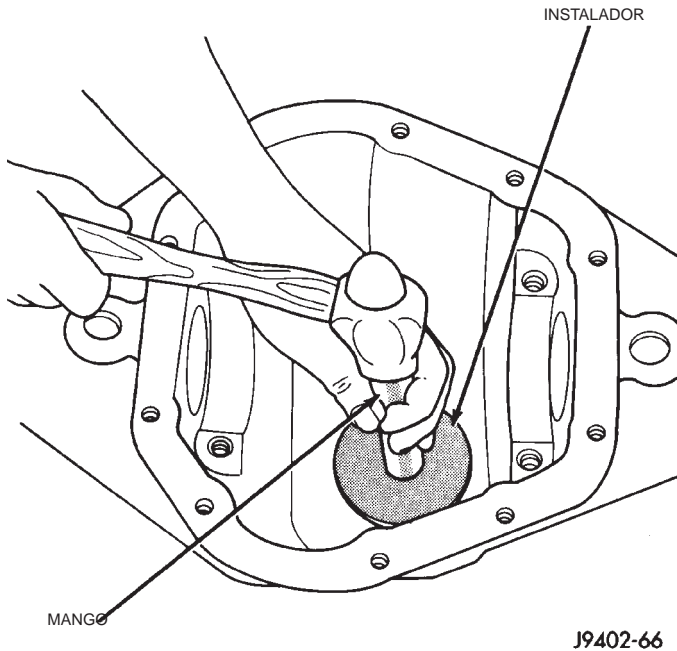

Fig. 41 Instalación de la cubeta del cojinete trasero del piñón
(1) Coloque el espaciador con el espesor correcto en el orificio de la cubeta del cojinete trasero del piñón en la caja del eje.
(2) Aplique lubricante en barra Mopar® Door Ease, o uno equivalente, a la superficie exterior de la cubeta del cojinete trasero del piñón. Instale la cubeta del cojinete con el instalador D-146 y el mango insertador C-4171 (Fig. 41). Verifique que la cubeta esté correctamente asentada.